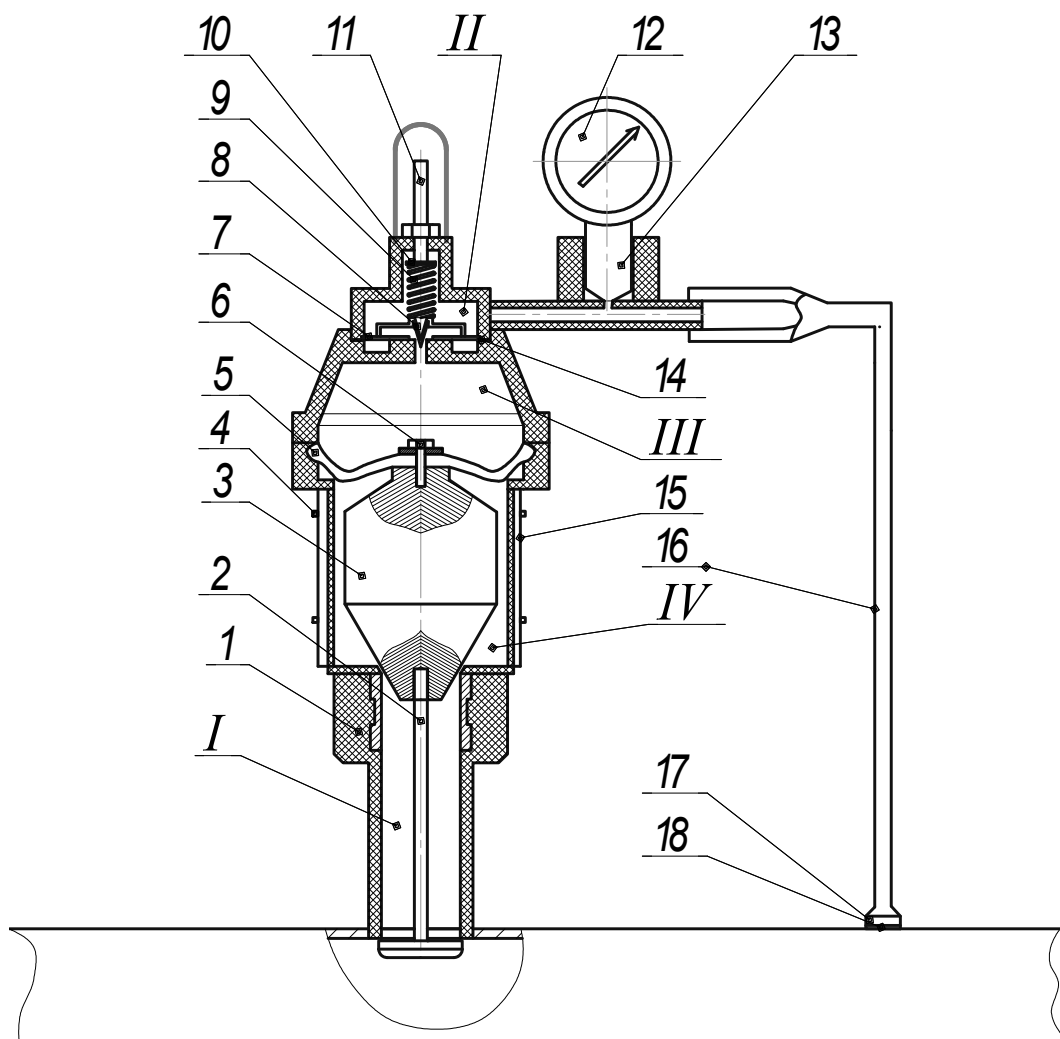
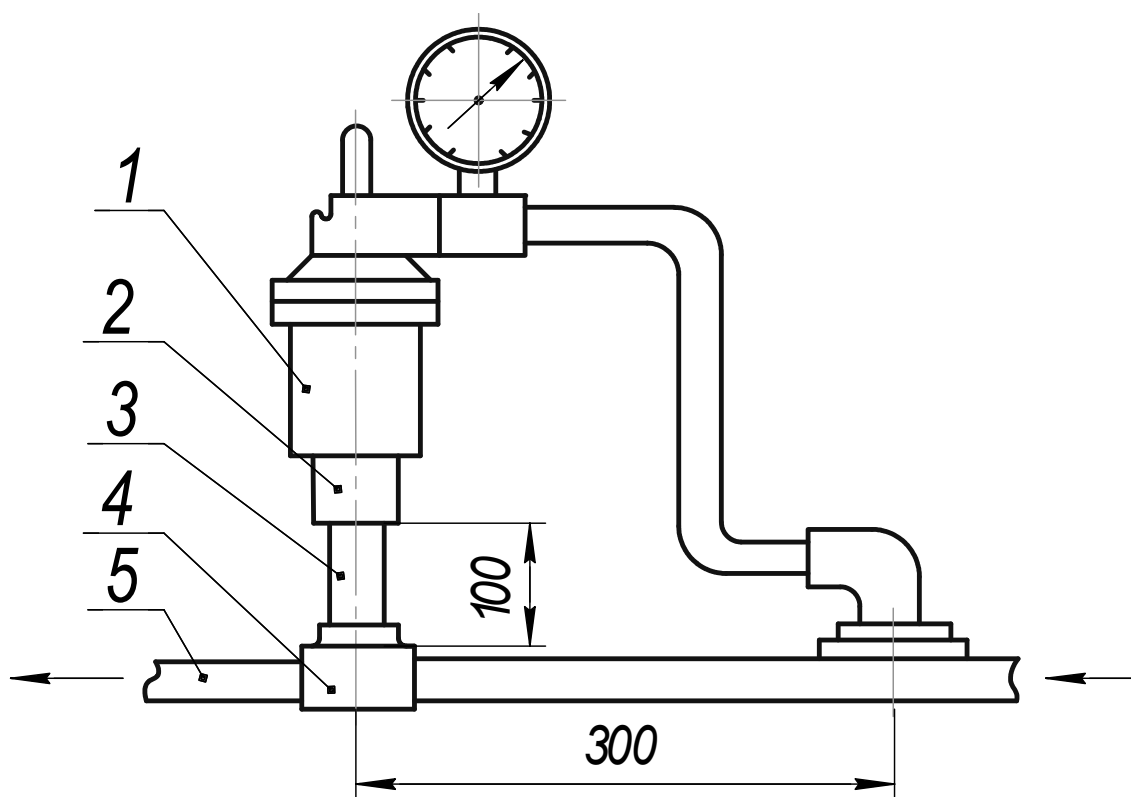

Рисунок 6 – Вакуум-регулятор:
Рисунок 7 – Схема подключения вакуум-регулятора:
**Вакуум-регулятор 5** (рисунок 6) предназначен для регулирования и поддержания вакуумметрического давления в вакуумных и молочных магистралях доильных установок.
**Работа вакуум-регулятора.** Работающий с постоянной производительностью вакуумный насос всасывает воздух из вакуумного провода *5* (рисунок 7). В результате чего в вакуумной полости камера *I* (рисунок 6), управляющей камере *II* и камере *III* создается разрежение. В камере *IV* находится воздух, проходящий через фильтр *15*. При стабильной работе вакуумной системе груз *3* находится в подвешенном состоянии, за счет разности давления в камерах *III* (вакуумметрическое давление) и *IV* (атмосферное давление). Следовательно, между корпусом *1* и грузом *3* имеется щель, через